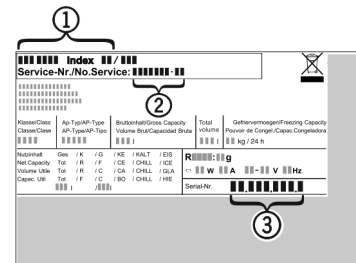

Fig. 15
- ▶ Prietaiso pavadinimas *Fig. 15 (1)*, techninio aptarnavimo Nr. *Fig. 15 (2)* ir serijos Nr. *Fig. 15 (3)* užrašyti duomenų skydelyje. Duomenų skydelis yra prietaiso viduje, kairiajame šone.
- ▶ Susiekite su techninio aptarnavimo skyriumi ir praneškite apie gedimą, taip pat pasakykite prietaiso pavadinimą *Fig. 15 (1)*, techninio aptarnavimo Nr. *Fig. 15 (2)* ir serijos Nr. *Fig. 15 (3)*.